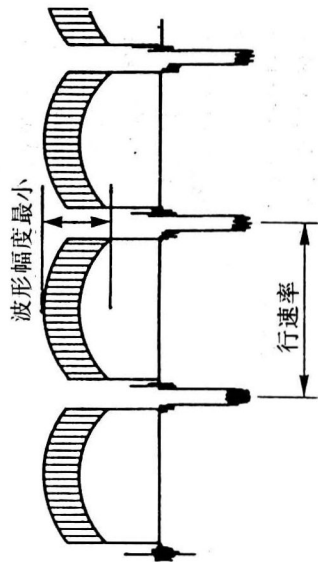

图 60
① 调整条件和步骤与矢量仪调整情况相仿;
② 调节 VR314 和 VR315, 使信号波形的幅度为最小, 如图 60 所示。